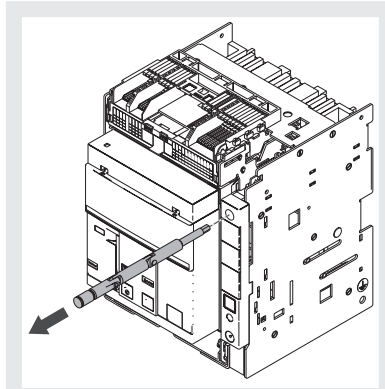

Figura 33
4. Estrarre la manovella di sezionamento dalla propria sede. Vedi Figura 33.